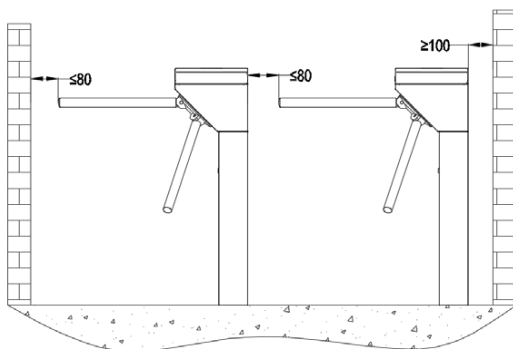

Рис. 3-1
2. Расстояние от преграды до края преграждающих планок не должно превышать 80 мм. (см рис. 3-1).